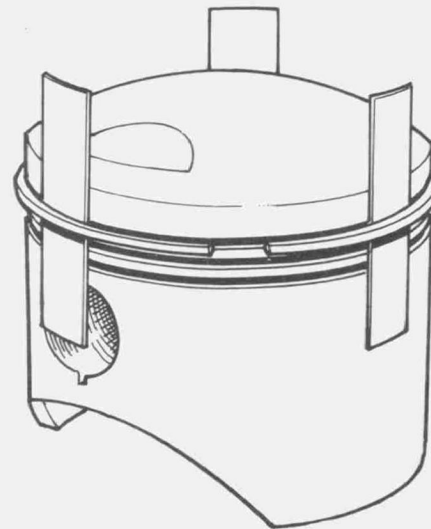

Bild 57
- Die Kolbenringe sorgfältig abnehmen, indem sie in ausreichendem Masse ausgedehnt werden, damit sie vom Kolben abgestreift werden können (Bild 57). Die Kolbenringe sind aus sehr sprödem Mate-